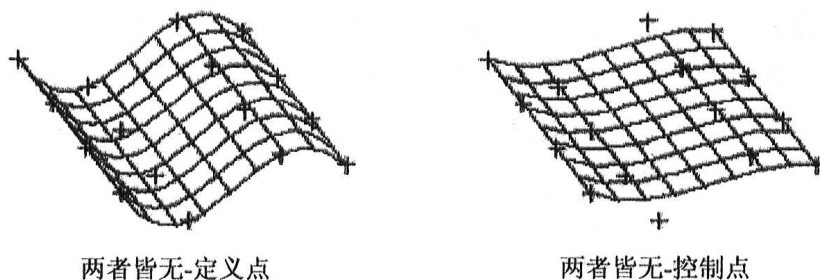

图 1.5 两者皆无闭合形式的构面
- **Neither(两者皆无)**: 定义点或控制点的列方向与行方向都不闭合，如图 1.5 所示。